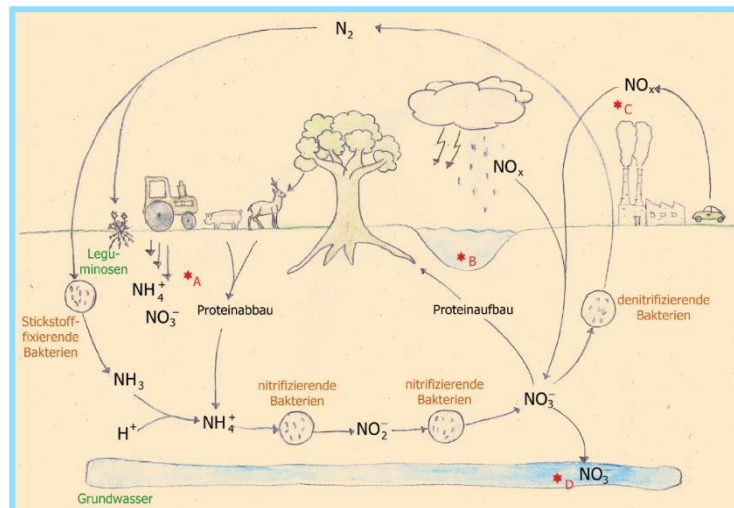

Abbildung 2: Stickstoffkreislauf und der Eingriff des Menschen
1. Schaut euch einzeln das Erklärvideo zum Stickstoffkreislauf (Abb. 2) an. Scannt hierfür mit eurem digitalen Gerät den QR-Code.